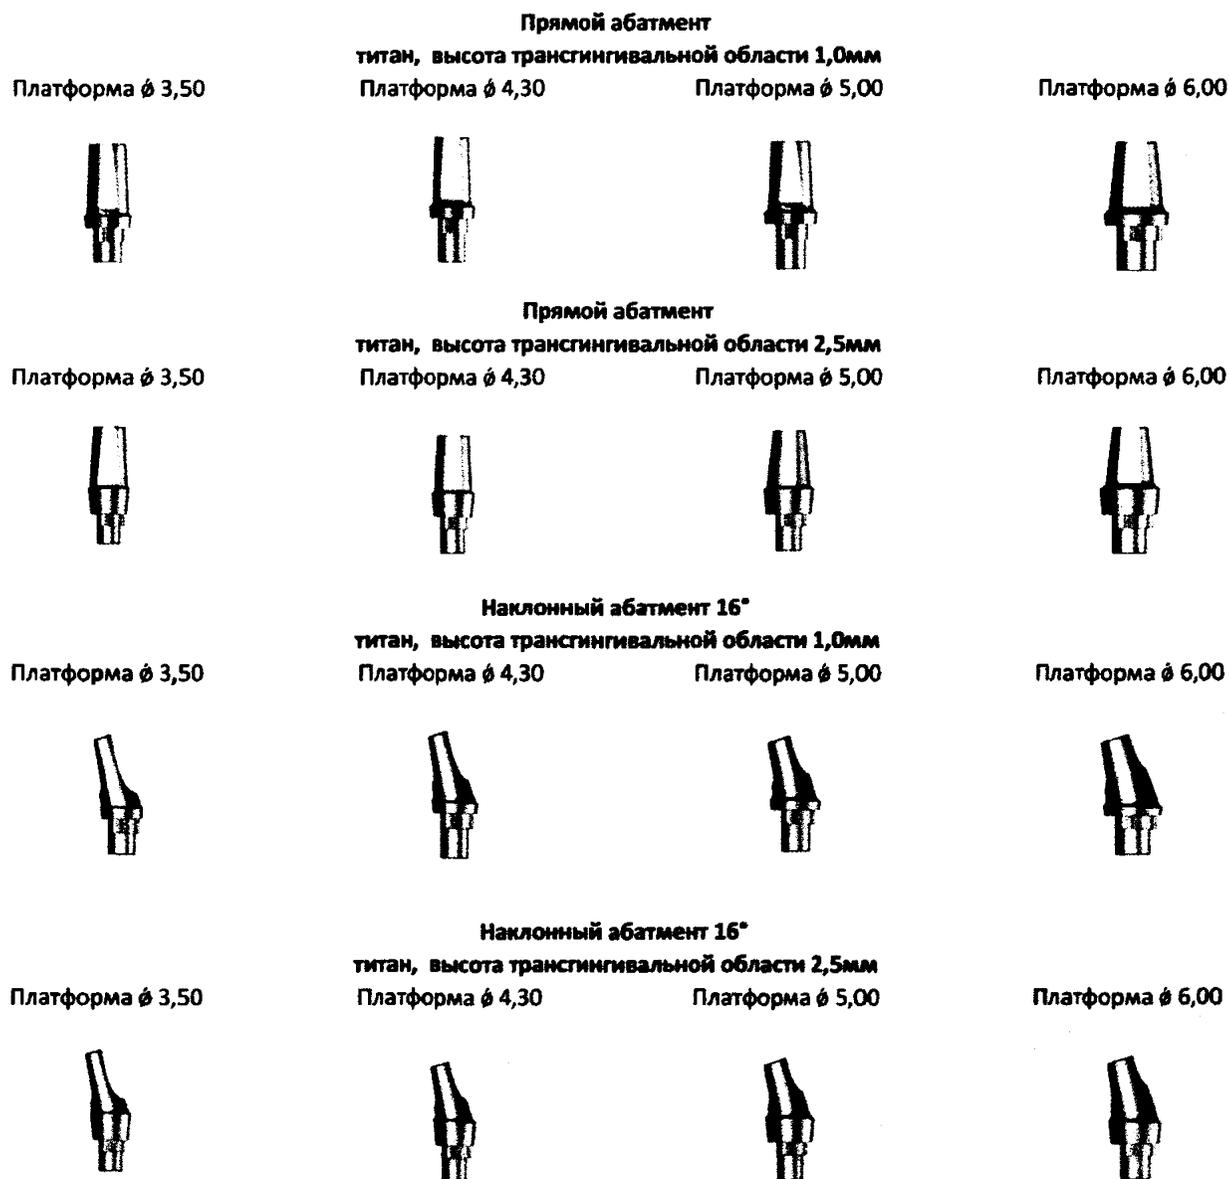

Рисунок 1. Абатменты
1. цементируемые конструкции (несъемные)- мостовидные протез или одиночные коронки на прямых или угловых абатментах с различной высотой трансгингивальной части и различного диаметра платформы (см. рис. 1).